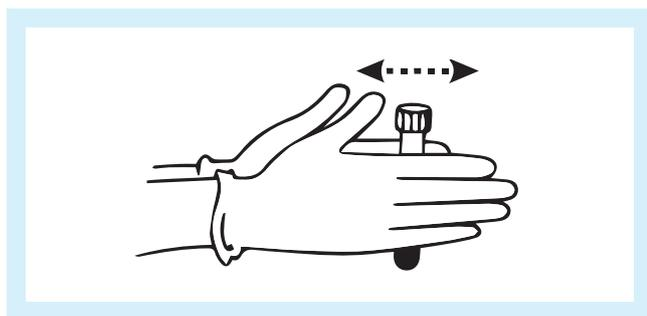

Fig 1 Faire rouler le flacon de QC pendant 15 secondes entre les paumes des mains.
2. Faire rouler chaque flacon entre les paumes des mains pendant 15 secondes (voir Fig. 1).